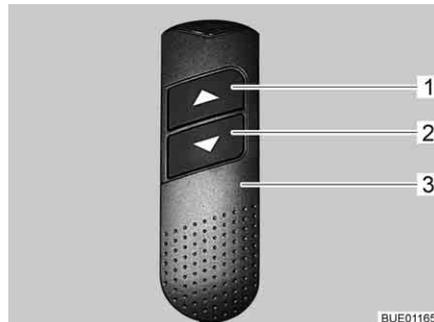

Bild 100 Handbedienteil
- Am Handbedienteil (Bild 100,2) beide Pfeiltasten (Bild 100,1 und 2) gleichzeitig drücken und so lange gedrückt halten, bis das Hubbett ganz nach oben gefahren ist und ein Piepton hörbar ist.
- Am Handbedienteil (Bild 100,3) die untere Pfeiltaste (Bild 100,2) drücken und so lange gedrückt halten, bis das Hubbett in die Endstellung nach unten gefahren ist.
- Am Handbedienteil (Bild 100,3) die obere Pfeiltaste (Bild 100,1) drücken und so lange gedrückt halten, bis das Hubbett in die Endstellung nach oben gefahren ist.
- Hubbett mit der Pfeiltaste (Bild 100,1 oder 2) in die entgegengesetzte Richtung bis zum Endanschlag fahren.